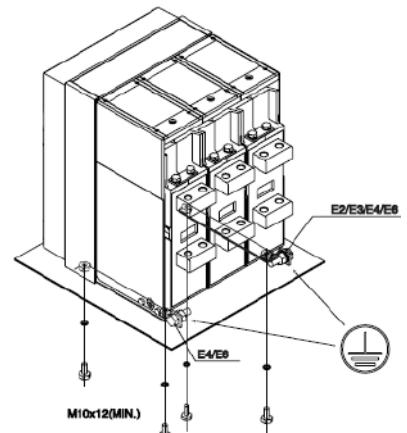
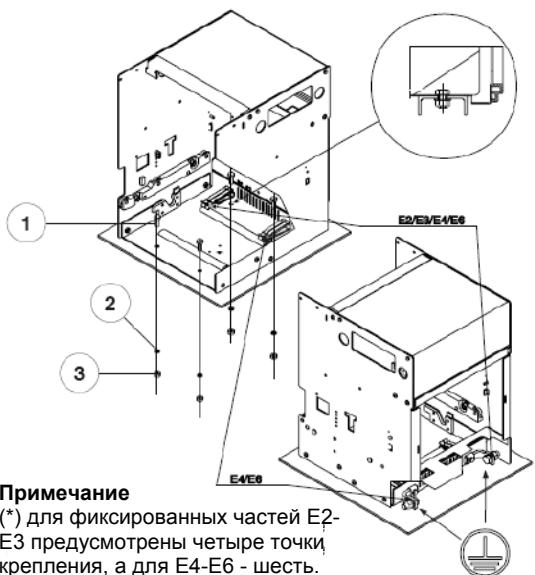

Рис. 8
Рис. 12
4.3.2 Установка фиксированной части (Рис. 12)
Стационарный автоматический выключатель и фиксированная часть выкатного автоматического выключателя имеют сзади один или два вывода, помеченные специальным символом, для подключения заземления (Рис. 8 и Рис. 12).